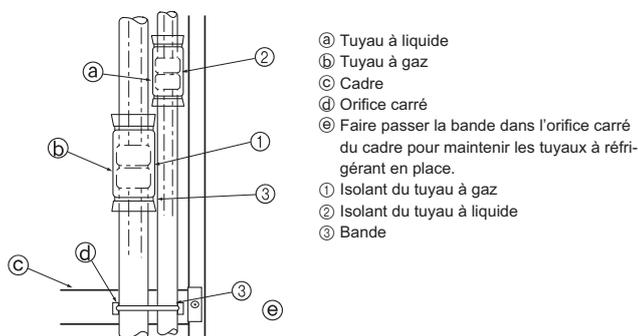

Fig. 4-5
Isoler entièrement les joints évasés ① et ② des tuyaux à gaz et à réfrigérant. Si une partie des joints est exposée, de la condensation pourrait ruisseler. (Fig. 4-5)
- Attacher l'isolant ① du tuyau à gaz et l'isolant ② du tuyau à liquide aux deux extrémités pour qu'ils ne glissent pas et soient alignés.
- Une fois l'isolant installé, utiliser la bande ③ pour attacher le tuyau à réfrigérant au cadre (sous le joint du tuyau). Cela empêchera le tuyau à réfrigérant de se détacher du cadre.